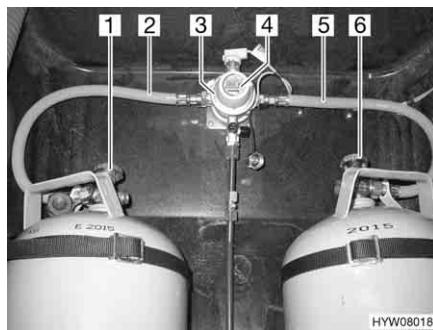
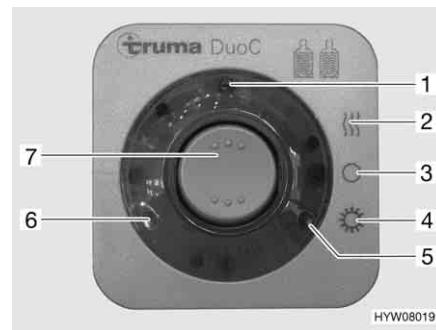

Fig. 88 Impianto di commutazione DuoControl
Fig. 89 Centralina di controllo
L'impianto di commutazione DuoControl è costituito da una valvola di commutazione (Fig. 88,3) e da una centralina di controllo (Fig. 89). La valvola di commutazione è installata tra i tubi del gas (Fig. 88,2 e 5). Con la manopola (Fig. 88,4) sulla valvola di commutazione è possibile stabilire, quale delle bombole del gas viene utilizzata come bombola in uso e quale bombola del gas viene utilizzata come bombola di riserva.
Sulla centralina di controllo (Fig. 89) possono venire azionate solo le funzioni elettriche. Le valvole principali di arresto delle bombole del gas (Fig. 88,1 e 6) devono essere aperti manualmente.
La valvola di commutazione garantisce una pressione del gas costante, indipendentemente da quale bombola provenga l'alimentazione del gas. Le due spie di controllo sulla centralina di controllo indicano il livello di riempimento della bombola in uso. Se è accesa la spia di controllo verde (Fig. 89,6), la bombola in uso è piena. Se è accesa la spia di controllo rossa (Fig. 89,5), la bombola in uso è vuota. Il rifornimento di gas avviene poi tramite la bombola di riserva.
- Aprire le valvole principali di arresto delle bombole del gas (Fig. 88,1 e 6).
- Con la manopola (Fig. 88,4) sulla valvola di commutazione (Fig. 88,3) selezionare la bombola del gas, da cui proviene la principale alimentazione del gas (bombola in uso). Girare la manopola fino all'arresto.
- Sulla centralina di controllo (Fig. 89) attivare l'impianto di commutazione DuoControl.
Posizionare l'interruttore a bilico (Fig. 89,7) su funzionamento invernale "On e riscaldamento" (Fig. 89,2) oppure su funzionamento estivo "On" (Fig. 89,4). La valvola di commutazione è ora disareata. La spia di controllo gialla (Fig. 89,1) è accesa, se si seleziona la modalità di funzionamento invernale e l'impianto antighiaccio con regolatore è attivato.
- Portare l'interruttore a bilico (Fig. 89,7) in posizione "O" (Fig. 89,3). La spia gialla di controllo (Fig. 89,1) si spegne.
- Chiudere le valvole principali di arresto delle bombole del gas (Fig. 88,1 e 6).
Le spie di controllo sulla centralina di controllo (Fig. 89,5 e 6) segnalano all'interno del veicolo, se la bombola in uso è pronta al funzionamento.
Se la spia di controllo verde (Fig. 89,6) si spegne durante il funzionamento e la spia di controllo rossa (Fig. 89,5) si accende, significa che la bombola del gas selezionata come bombola in uso è vuota e deve essere sostituita. La bombola di riserva continua ad alimentare le utenze a gas.